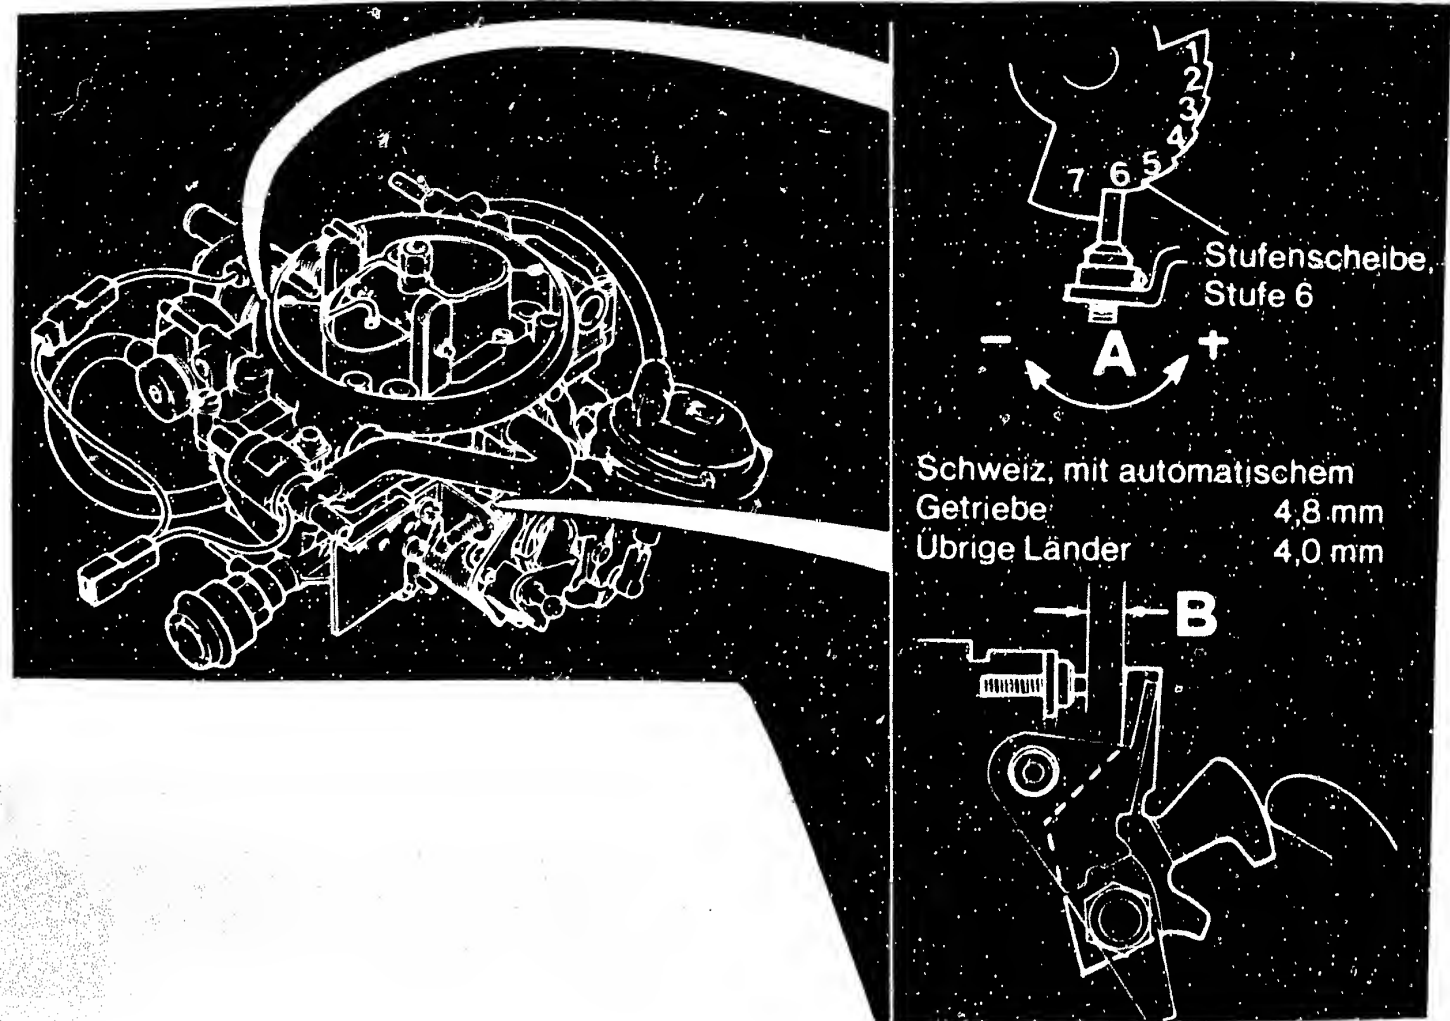

Bild 44 Die Einstellung des Schnelleerlaufs am Pierburg-Vergaser 2 B 5 erfolgt an der Schraube A auf den Luftspalt B beim Drosselklappenanschlag.
d) Zur Prüfung des **Schnelleerlaufs** ist die Drosselklappe zu öffnen, die Starterkappe so zu schliessen, dass die Einstellschraube auf der 6. Stufe steht, und die Drosselklappe wieder zu schliessen (Bild 44).